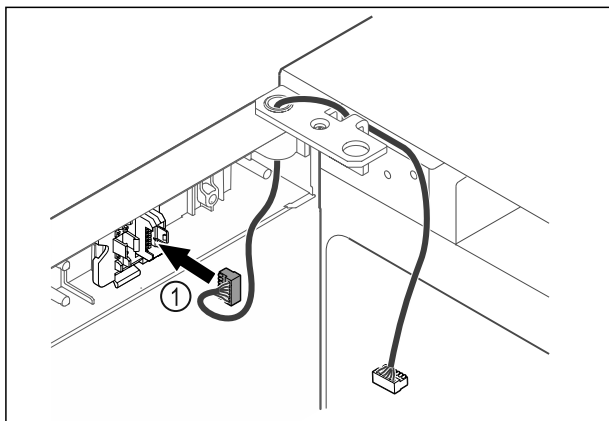

Fig. 48
- Futni spinën Fig. 48 (1) në mbajtësen e spinës.